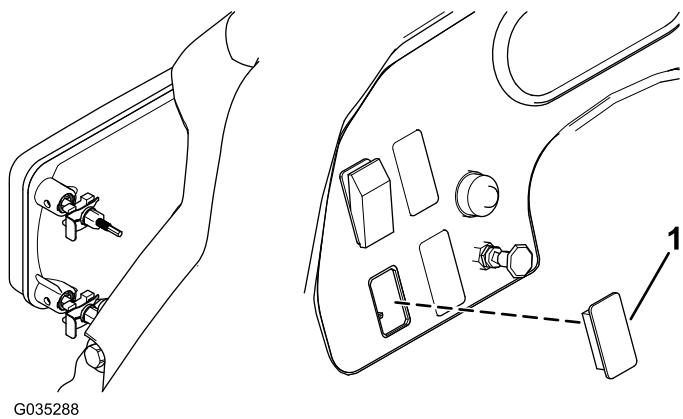

Figura 7
1. Retire el tapón de plástico del lado izquierdo del salpicadero (Figura 7).